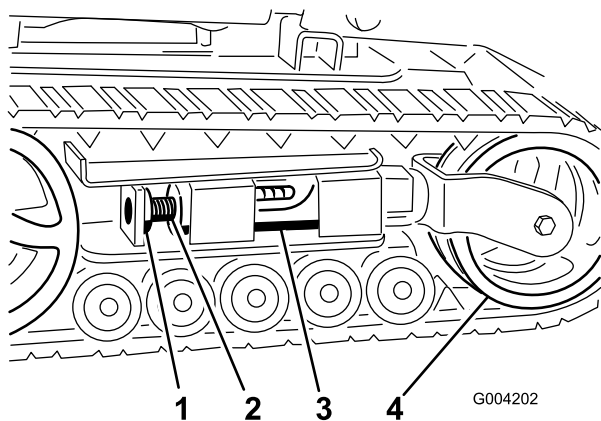
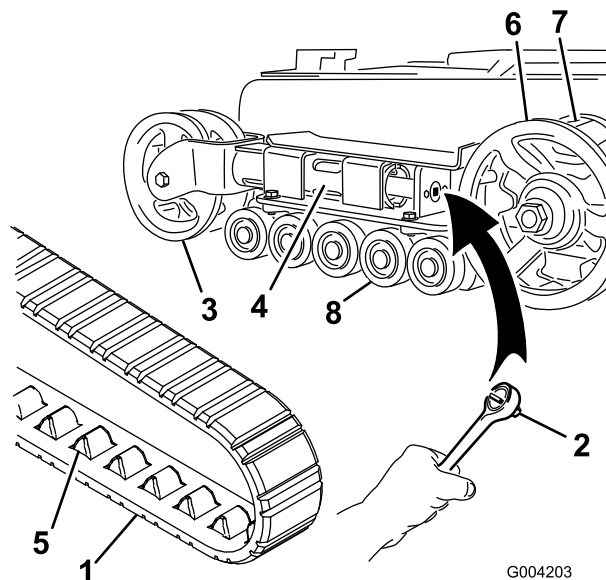
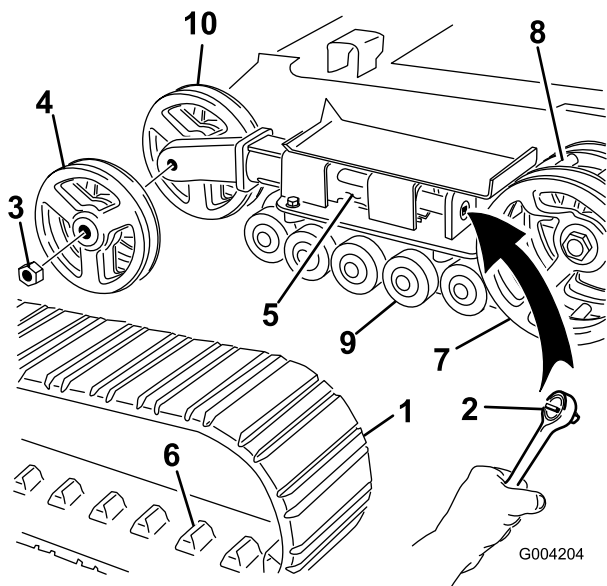

Figura 47
Figura 48
Figura 49
4. Retire el perno de bloqueo y la tuerca (Figura 47).
6. Alinee la muesca más próxima del tornillo tensor con el taladro del perno de bloqueo, y fije el tornillo con el perno de bloqueo y la tuerca (Figura 47).
6. Empuje la rueda tensora hacia la parte de atrás de la unidad de tracción para mover el tubo tensor contra el bastidor (Figura 48).
8. Cuando haya retirado la oruga de la rueda tensora, retírela del piñón de arrastre y de las ruedas de rodaje (Figura 48).
9. Empezando en la rueda motriz, pase la oruga nueva alrededor de dicha rueda, asegurándose de que los salientes de la oruga encajen entre los dientes del piñón (Figura 48).
10. Empuje la oruga por debajo de y entre las ruedas de rodaje (Figura 48).
Nota: Tiene orugas estrechas si las ruedas de tensión delanteras están montadas dentro de una horquilla en el extremo del tubo de tensión (Figura 48).
5. Usando una llave de carraca de ½", alivie la tensión en la oruga girando el tornillo tensor en sentido horario (Figura 47 y Figura 48).
Nota: Tiene orugas estrechas si las ruedas de tensión delanteras están montadas en los laterales del extremo del tubo de tensión (Figura 49).
5. Usando una llave de carraca de ½", alivie la tensión en la oruga girando el tornillo tensor en sentido horario (Figura 47 y Figura 49).
6. Empuje la rueda tensora hacia la parte de atrás de la unidad de tracción para mover el tubo tensor contra el bastidor (Figura 49).
7. Retire la tuerca que fija la rueda tensora exterior y retire la rueda (Figura 49).
8. Retire la oruga (Figura 49).
9. Retire la tuerca que fija la rueda tensora interior y retire la rueda (Figura 49).
13. Instale la rueda tensora interior y fíjela con la tuerca que retiró anteriormente (Figura 49).
15. Instale la oruga nueva, asegurándose de que los salientes de la oruga encajen entre los dientes del centro la rueda motriz (Figura 49).
16. Instale la rueda tensora exterior y fíjela con la tuerca que retiró anteriormente (Figura 49).
6. Coloque el tapón engrasado sobre la cabeza del perno (Figura 48).
7. Sujete el tapón de la rueda de rodaje con la anilla a presión (Figura 48).